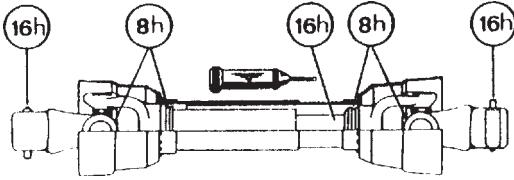

Figure 17
- 3) Vérifier l'ajustement du tendeur de chaîne. Le ressort qui maintient la tension doit être compressé afin d'être d'une longueur variant entre 3" et 3 $\frac{1}{4}$ " (Fig. 17).